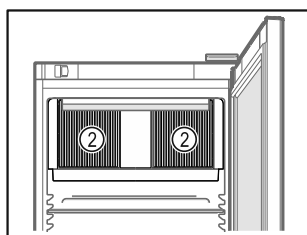

Fig. 59
- ☐ A belső térben lévő keringető ventilátor szellőzőnyílásait Fig. 59 (2) tartsa szabadon.